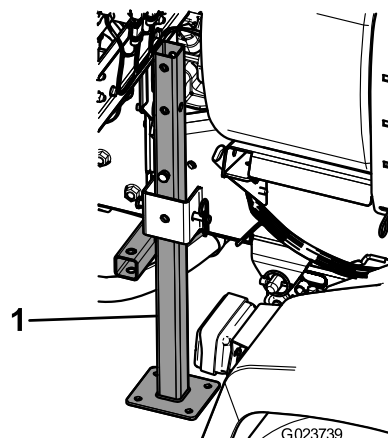

Figura 51
3. Insira os macacos traseiros de baixo para cima na estrutura perto dos pontos de fixação traseiros (Figura 51).